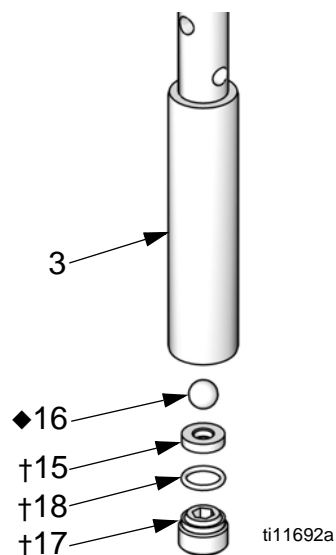

FIG. 5. Vervang de zuigerbal en -zitting.
13. Verwijder de O-ring (18†), zitting (15†) en bal (16♦). Zie FIG. 5.